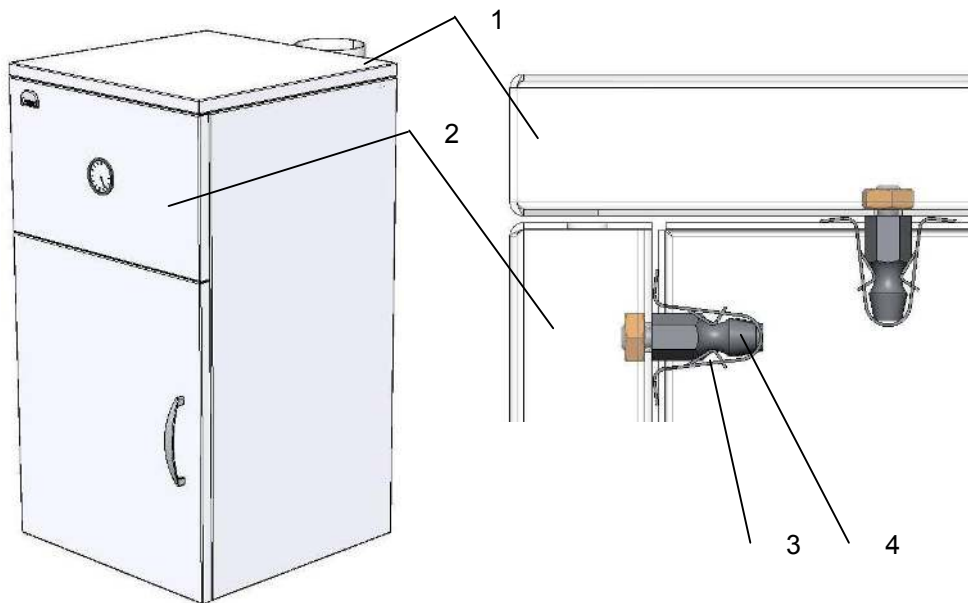

Рис. 2
5.3 Верхня облицювальна кришка поз.1 і передня панель поз.2 (Рис.2) апарата встановлені на пружинних захопленнях поз.3, які входять в зачеплення з штифтами поз.4. Для зняття кришки, при необхідності очищення апарата від сажі, необхідно: